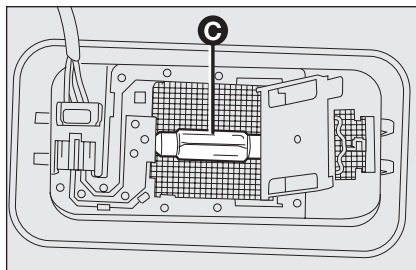

fig. 34
- ☐ remplacer l'ampoule **C**-fig. 34 en la dégageant des contacts latéraux, puis monter la nouvelle ampoule en s'assurant qu'elle soit correctement bloquée entre ces contacts;